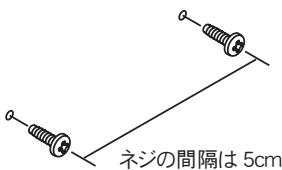

図1
- ① 付属のネジ（プレジャータッピング 4×16）を 5cm 間隔で取り付けます（図1参照）。